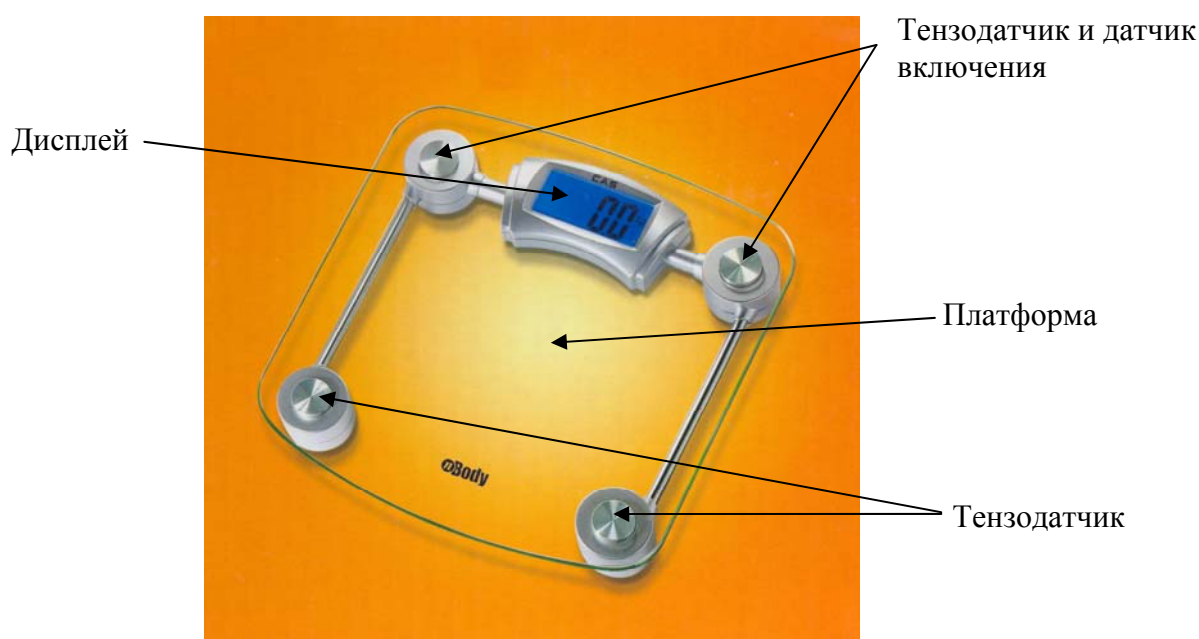

Рис. 1 – Основные конструктивные элементы
Тензодатчик используется для измерения величины нагрузки на платформу. В этих весах используются 4 тензодатчика. При этом два из них совмещены с датчиком для включения весов (см. рис. 1). Платформа предназначена для размещения взвешиваемой нагрузки, а дисплей – для отображения показаний массы.
- Включите весы легким нажатием на один из тензодатчиков с датчиком включения (см. п.3.1. и рис.1).